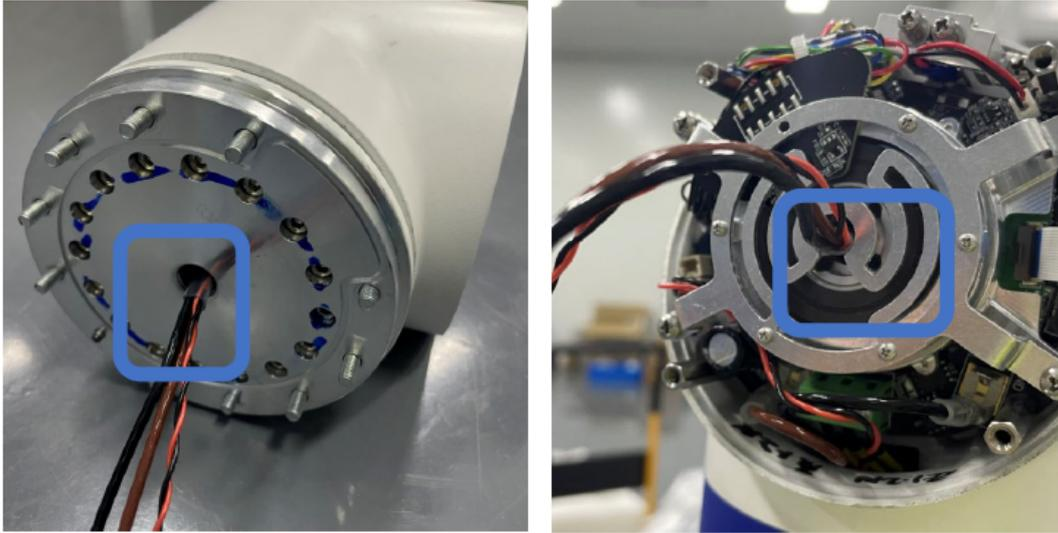

图 3-17: 线缆穿到关节上
- 穿线：关节上的线缆和关节首先应注意对应，不能装错，还应注意线缆方向，将线缆从法兰轴一侧穿入，从端盖一侧穿出，穿至指定位置（此位置应使法兰轴端面和束线架端面均有热缩管），如图 3-17所示；